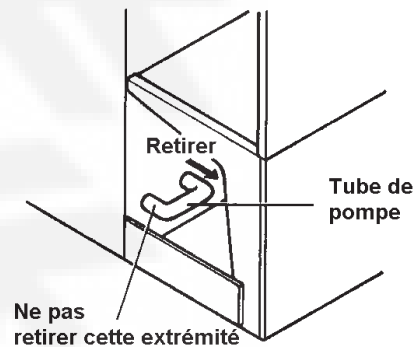

Fig. 4
7. Déposer une extrémité du tube de la pompe et vidanger le réservoir d'eau, (voir Figure 4) pour évacuer tous les débris.